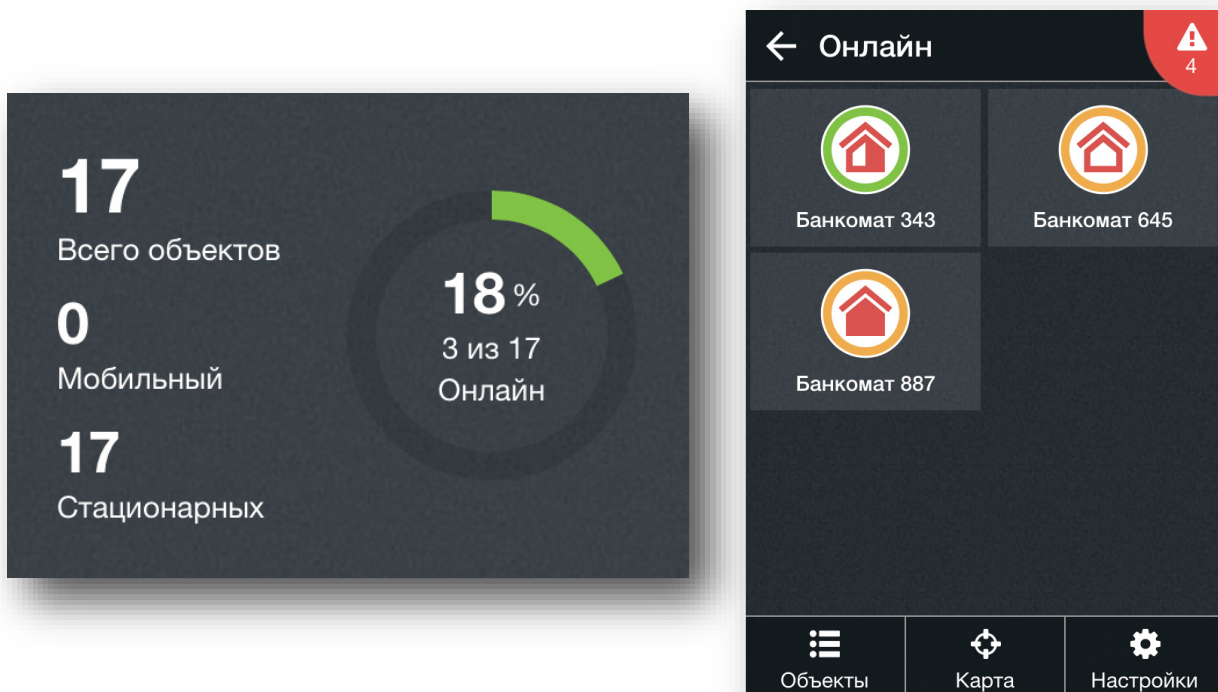

Рисунок 208. Виджет «Общее количество объектов» → Онлайн
- При нажатии на область **Онлайн** – отобразится перечень объектов, находящихся на связи в данный момент (рис. 208).